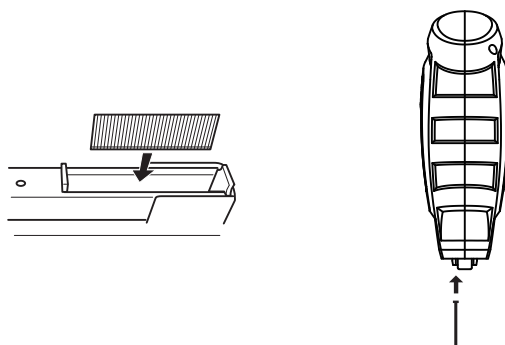

Рис. 3
- При загрузке обоймы гвоздей наклоните скобозабиватель так, чтобы прижать обойму гвоздей к той стороне магазина, которая совпадает со знаком гвоздя на наконечнике скобозабивателя (см. рис. 3).